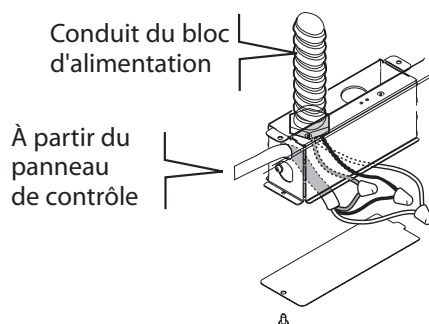

FIG. 11
2. Retirez la boîte de jonction tel qu'indiqué à la figure 11.